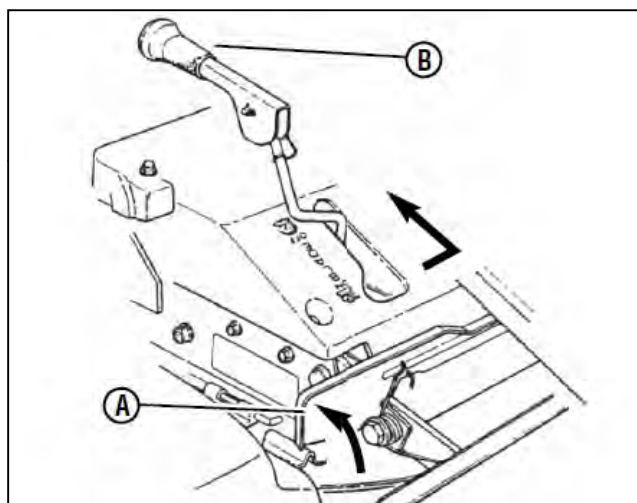

図5-14 モアブレードの停止
1. ブレードはブレードペダル(図5-14のA)から足を離すか、ブレードレバー(B)を「OFF」にセットすれば停止します。